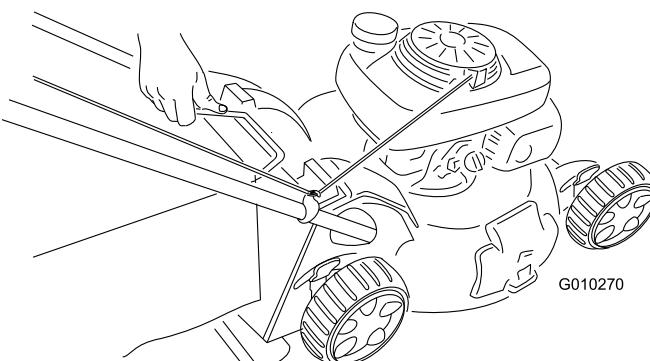

Figure 30
- Soulevez le bac à herbe par la poignée pour le dégager des rainures en haut de la machine et le retirer (Figure 30).